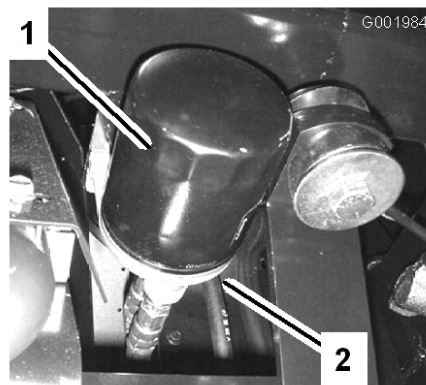

Bild 46
2. Entfernen Sie den Ölfilter (Bild 46).
5. Setzen Sie den Ersatzölfilter auf den Anbaustutzen auf. Drehen Sie den Ölfilter nach rechts, bis die Gummidichtung den Anbaustutzen berührt. Ziehen Sie ihn dann um eine weitere 1/2 Umdrehung fester (Bild 46).